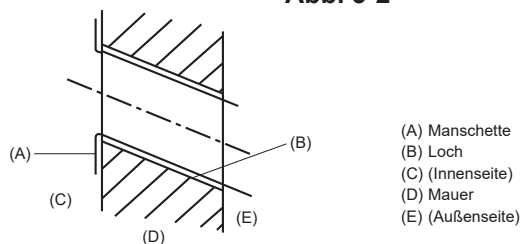

Abb. 3-3
- (B) Innenanlage
- (C) Unterer Rohrdurchlass hinten links (ø75-ø80)
- (D) Unterer Rohrdurchlass hinten rechts (ø75-ø80)
- (E) Ausbrechöffnung für Durchlass hinten links (75 × 480)
- (F) Schraubenöffnung (4-ø9 Öffnung)
- (G) Mittlere Messöffnung (ø2,5 Öffnung)
- (H) Gewindekernloch (75-ø5,1 Öffnung)
- (I) Lochmitte
- (J) Skala mit der Linie ausrichten
- (K) Skala einsetzen.
3.2.2. Die Löcher für die Rohrleitung bohren (Abb. 3-3)